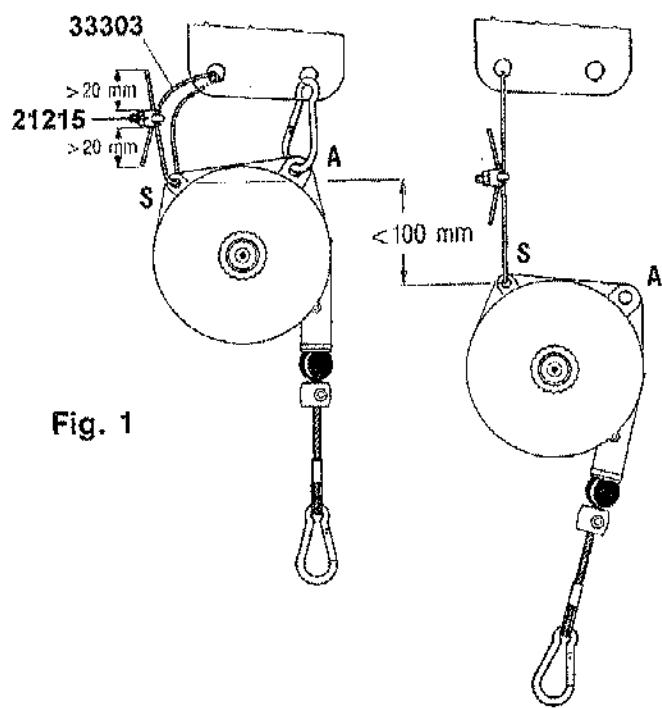

Fig. 1
**⚠ Fije siempre la suspensión de seguridad (S) a un soporte adecuadamente dimensionado utilizando exclusivamente los accesorios suministrados (Fig.1). El soporte de seguridad NO DEBE SER el mismo usado para la suspensión principal (A) (Fig.1). La máxima caída en caso de rotura de la suspensión principal no debe superar los 100 mm. Apriete las tuercas de las abrazaderas 21215 (Fig.1) con un par de torsión de 2 Nm.**
El equilibrador debe ser sometido periódicamente a inspección visual (por ejemplo, una vez por cada turno de trabajo), en particular para verificar el estado de las suspensiones (A) y (S) (Fig.1), los tornillos de fijación y los sistemas autoblocantes (si se usan), así como las condiciones de los ganchos y del cable.